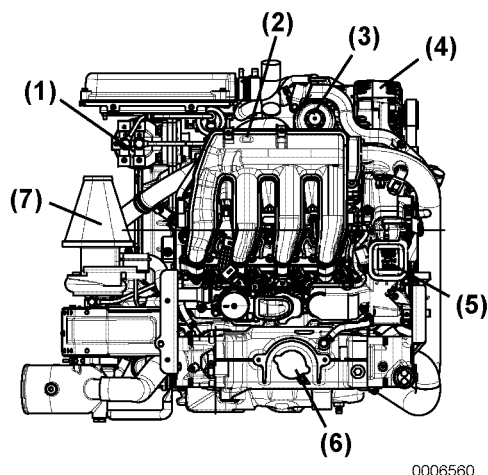

Figura 3
Figura 1, Figura 2 e Figura 3 mostrano la versione tipica di un motore 4BY3. Ogni specifico motore acquistato può avere caratteristiche diverse rispetto a quelle illustrate.
Nota: Yanmar fornisce un prefiltro per la separazione dell'acqua, che può essere montato dall'installatore. Il motore è dotato di un filtro fitto integrato (Figura 3, (1)).